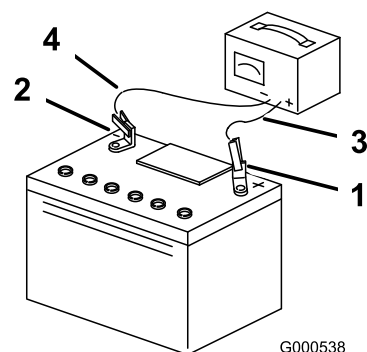

Figure 36
3. Quand la batterie est chargée au maximum, débranchez le chargeur de la prise, puis débranchez les fils du chargeur des bornes de la batterie (Figure 36).